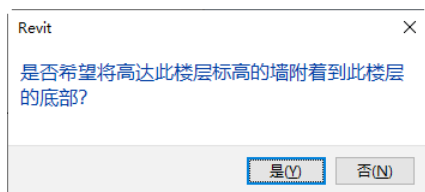

图 11-10 提示对话框
(9) 单击“模式”面板中的“完成编辑模式”按钮, 弹出如图 11-10 所示的“Revit”提
(6) 单击“模式”面板中的“完成编辑模式”按钮，弹出如图 11-10 所示的“Revit”提示对话框，单击“否”按钮，完成斜结构楼板的添加，结果如图 11-16 所示。
(13) 单击“模式”面板中的“完成编辑模式”按钮，弹出如图 11-10 所示的“Revit”提示对话框，单击“是”按钮，完成斜结构楼板的添加，结果如图 11-21 所示。